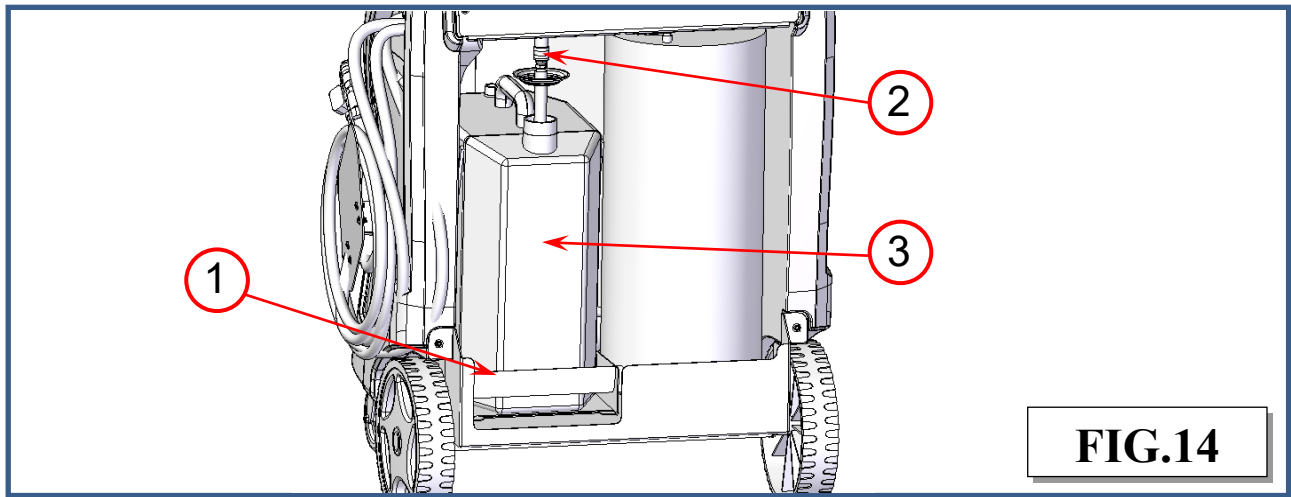

FIG.14
- Desconectar la bayoneta de fijación del depósito de aceite nuevo (ver 1, Fig.14) y el acoplamiento rápido de las mangueras (ver 2, Fig.14), luego retirar el depósito de aceite nuevo (ver 3, Fig.14) de su alojamiento, teniendo cuidado de no ejercer presión sobre la báscula.
- Inserte el nuevo depósito de aceite (ver 3, Fig.14) en su alojamiento, reconecte las mangueras de acoplamiento rápido (ver 2, Fig.14) y la nueva bayoneta del depósito de fijación de aceite (ver 1, Fig.14).